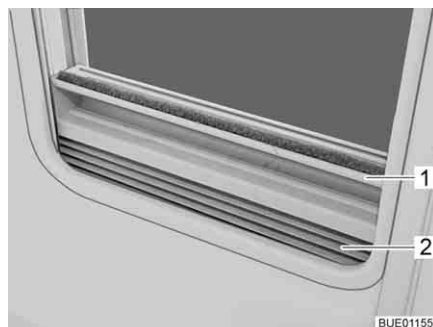

Fig. 69 Dispositif occultant plissé
- Saisir le dispositif occultant plissé (Fig. 69,2) par le centre de la barre-poi-gnée (Fig. 69,1), le tirer du bas vers le haut et le relâcher à la hauteur voulue. Le dispositif occultant plissé reste alors à cette hauteur.